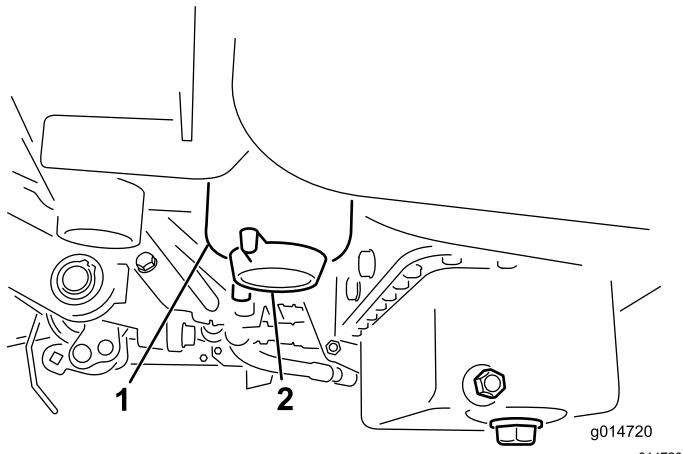

図 45
2. フィルタ容器(図45)の周辺をウェスできれいにぬぐう。
4. フィルタのドレンプラグを開く図45。